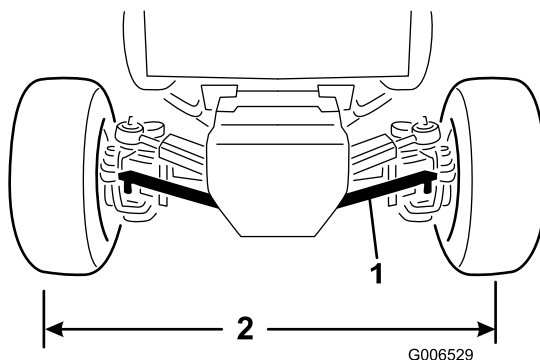

Figure 66
- Enlevez la goupille fendue et l'écrou crénelé qui fixent une des rotules de biellette au support de montage sur le pont et détachez la rotule du pont (Figure 66).
- Tournez la rotule de biellette dans un sens ou dans l'autre jusqu'à ce que l'entraxe soit égal à l'avant et à l'arrière des roues arrière (Figure 66).